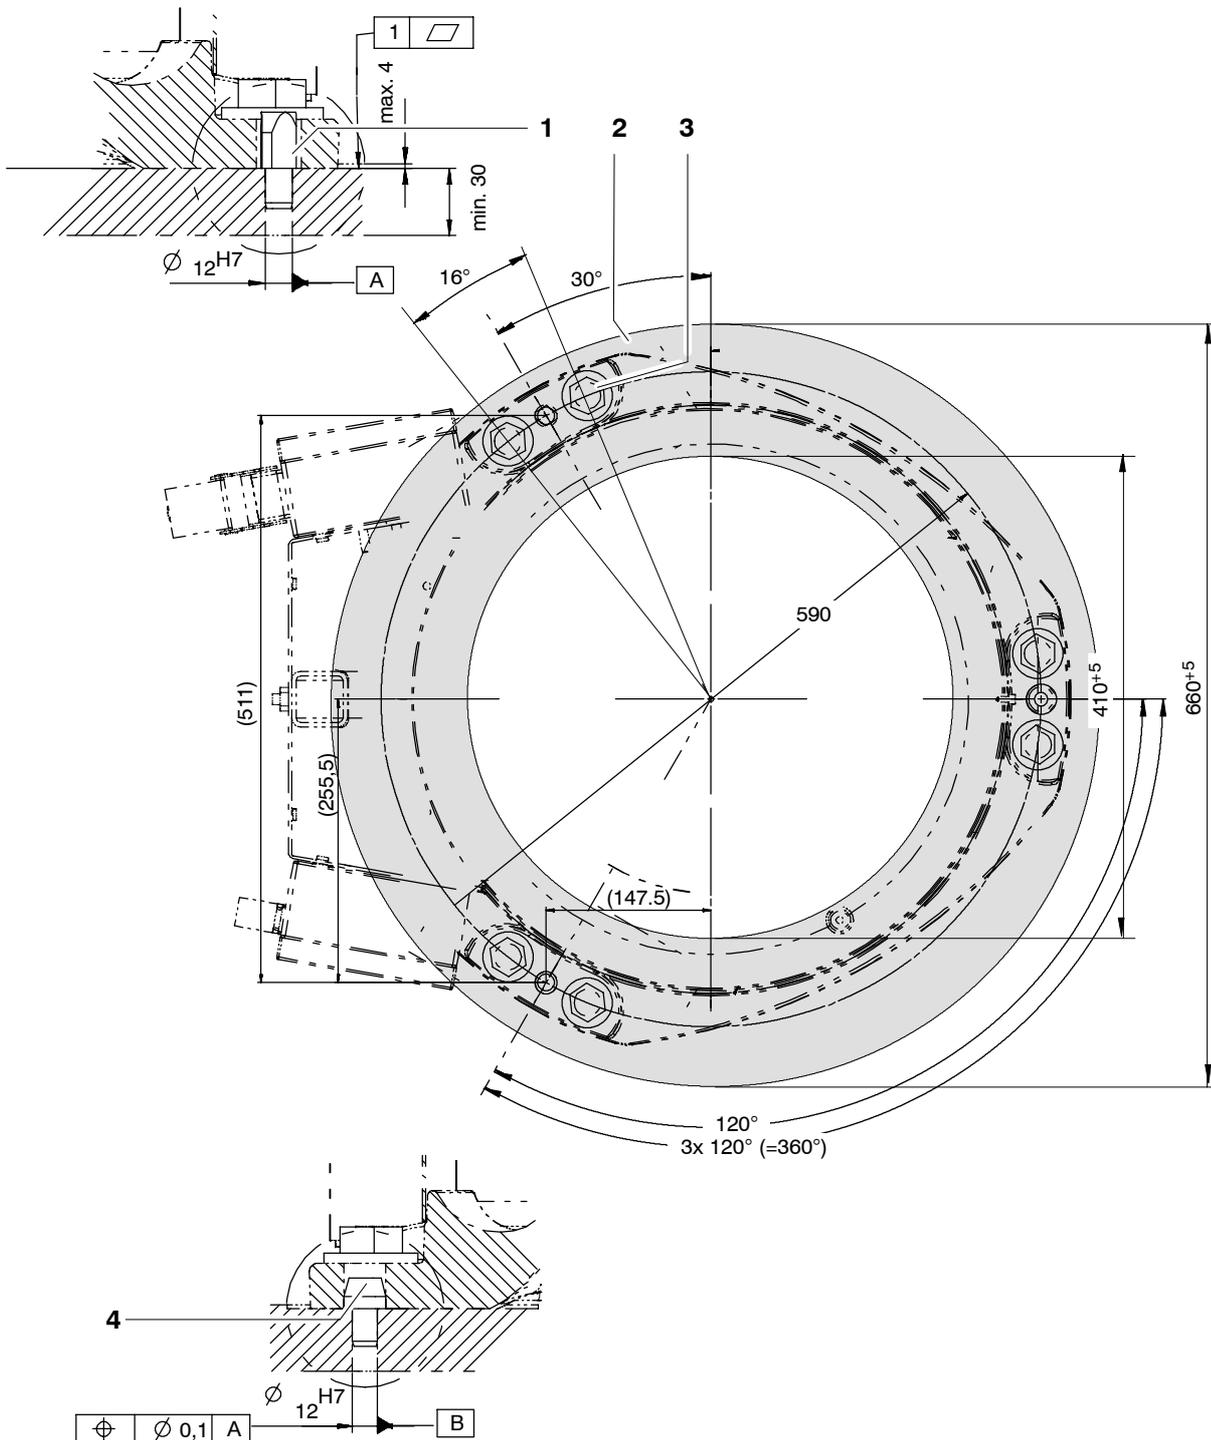

Fig. 54 Fixation du manipulateur, variante 2
- (1) Préparer les surfaces d'appui (Fig. 54/2) de la construction en acier conformément à la Fig. 54.